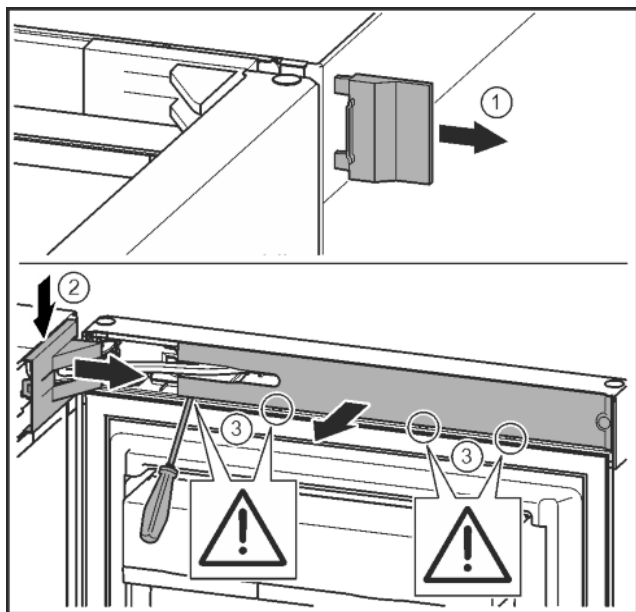

Fig. 10
- ▶ Зніміть зовнішню кришку. Fig. 10 (1)
- ▶ Звільніть і ослабте кришку опорного кронштейна. Зніміть кришку опорного кронштейна. Fig. 10 (2)
- ▶ За допомогою шліцевої викруткі звільніть від фіксатора та поверніть убік накладку. Fig. 10 (3)